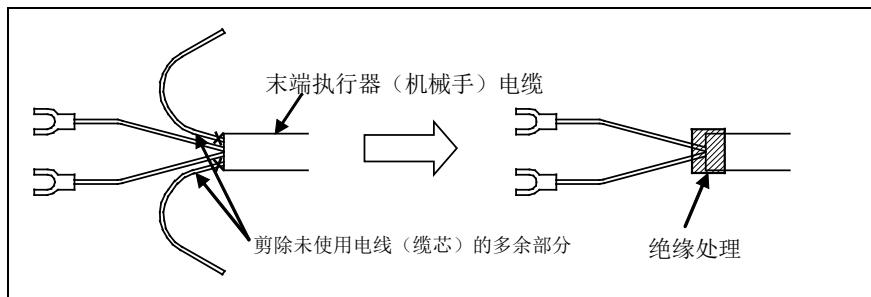

图 5 (a) 末端执行器(机械手)电缆的处理方法
- 请剪除末端执行器(机械手)电缆的未使用电线(缆芯)的多余部分并进行绝缘处理。如缠绕醋酸布胶带等。(见图 5)